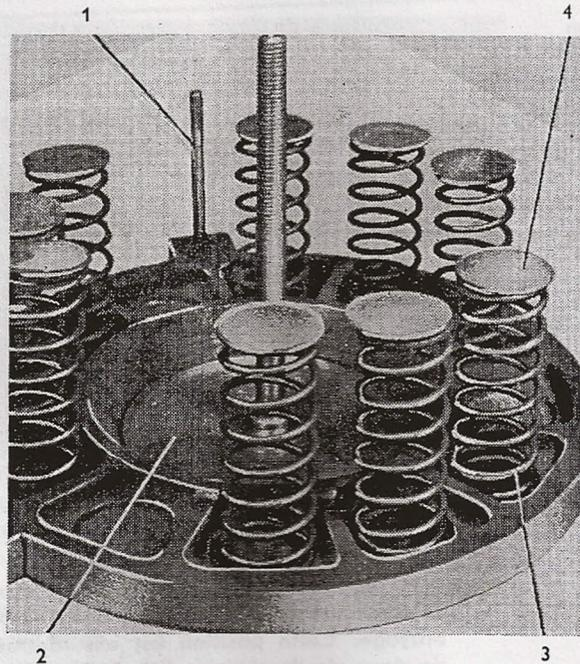

Fig. 54
1. Mettre le plateau de pression de l'embrayage avec ses trois vis (fig. 54/1) sur le plateau de l'extracteur de l'embrayage (fig. 54/2).
de pression de l'embrayage, poser les ressorts de pression (fig. 54/3) sur celles-ci et coiffer les ressorts des autres rondelles (fig. 54/4). Le tracteur Zetor 2511 possède sur la périphérie du plateau de pression 6 ressorts, le tracteurs Zetor 3511 — 9 ressorts, le tracteur Zetor 4511 — 12 ressorts. Ces ressorts sont disposés sur la périphérie symétriquement.